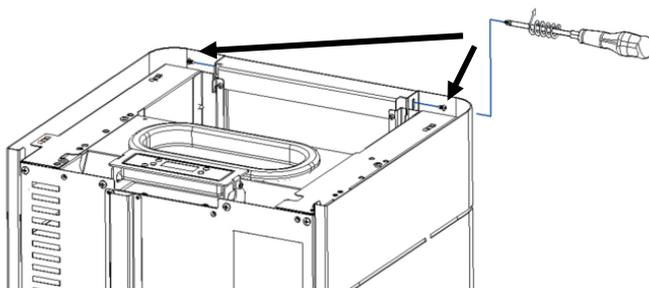

Figura 41 - Fixação capas laterais
d) Apertar as laterais ao frontal, tal como demonstra a Figura 41 (utilizar 2 parafusos A).